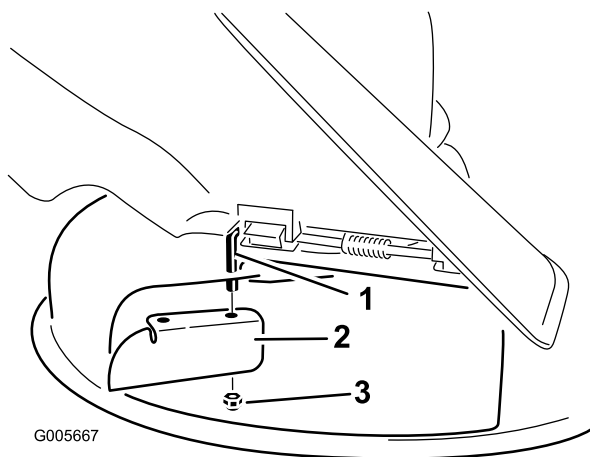

Bild 10
2. Montieren Sie das Versatzablenkblech an der frei liegenden Gelenkstange (Bild 10). Befestigen Sie das Ablenkblech mit der vorhandenen dünnen Mutter (3/8 Zoll) am Mähwerk.